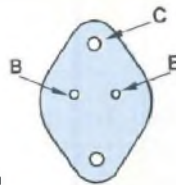

Fig. 10
Souder les 3 fils (C), (B) et (E). Eviter d'intervertir les électrodes "base" et "émetteur". La figure 10 remet en mémoire le brochage du MJ 15001, vu de dessous.